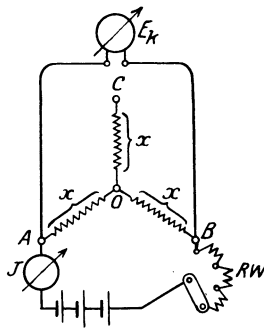

Abb. 15.
80. Drei unbekannte aber gleiche Widerstände sind zu einem Stern vereinigt (Abb. 15). Man schiebt zu den Klemmen A und B einen Strom $J = 3$ [2] (1) A ein, und mißt die Klemmenspannung $E_k = 9$ [6] (2) V zwischen A und B .